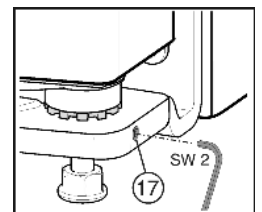

Fig. 12
- ▶ Den Gewindestift Fig. 12 (17) ein Stück herausdrehen (maximal eine Umdrehung!).
- ▶ Gewindestift *Fig. 12 (17)* wieder festziehen, um den Lagerbolzen zu fixieren.